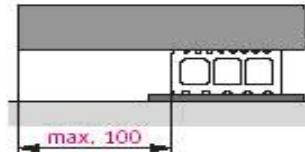

Рис. 9
**Выступания профилей:** Боковое выступание профиля должно составлять макс. 10мм. (рис. 9).